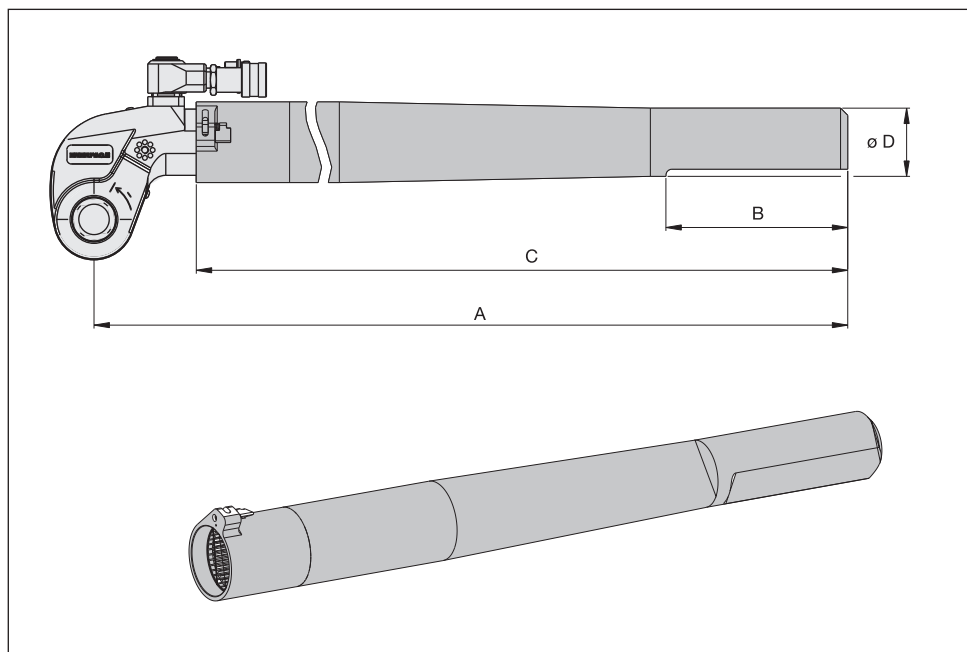

図31
6.5 寸法および仕様、RTE シリーズリアクションチューブエクステンション (図31)